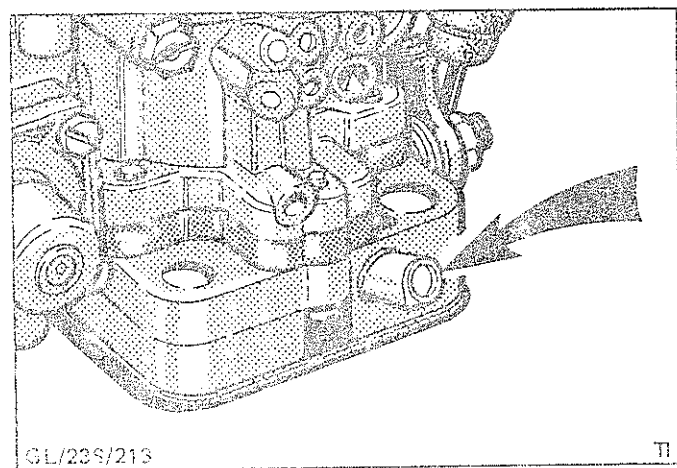

Abb.11 Abdeckkappe - Gemischregulierschraube
10. Neue Abdeckkappen auf die Gemischregulierschrauben montieren, Abb.11